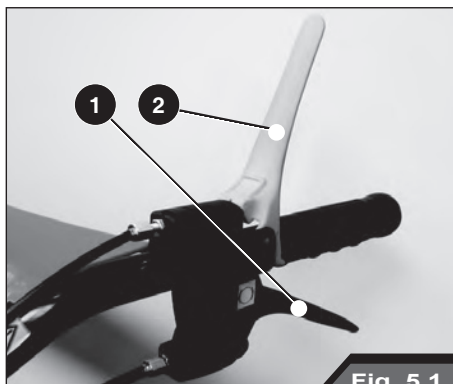

Fig. 5.1
- Sprawdzić dla własnego bezpieczeństwa, czy dźwignie napędu urządzenia i uruchamiająca wirnik ostrzy znajdują się w położeniu pionowym (Rys. 5.1).